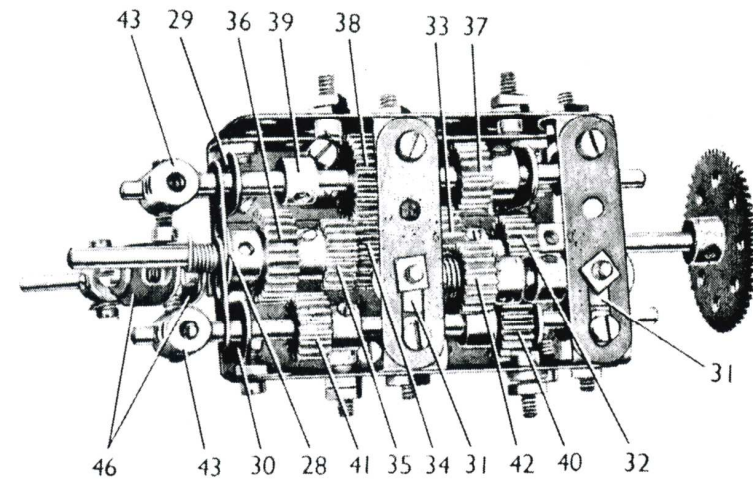

FIG. 7
Montage de la boîte à vitesses (Fig. 7)
Les engrenages sont logés dans une boîte dont le dessus est constitué par deux poutrelles plates de 6 trous boulonnées ensemble par leurs trous arrondis, et une cornière de 6 trous est fixée par ses trous allongés sur le bord extérieur de chaque poutrelle plate. Une plaque sans rebords de 75 x 38 mm, est fixée sur chaque cornière. Les boulons qui tiennent les poutrelles plates tiennent également une équerre de 25 x 25 mm, (28) (Fig. 7), et une pièce identique à l'autre extrémité de la boîte. Une équerre de 26 x 12 mm, est également fixée au centre des poutrelles plates, et elle porte un support plat de façon que le trou rond du support plat recouvre le trou allongé de l'équerre. L'équerre de 26 x 12 mm, est placée sous la bande glissière de 5 cm, qui apparaît au centre de la boîte.